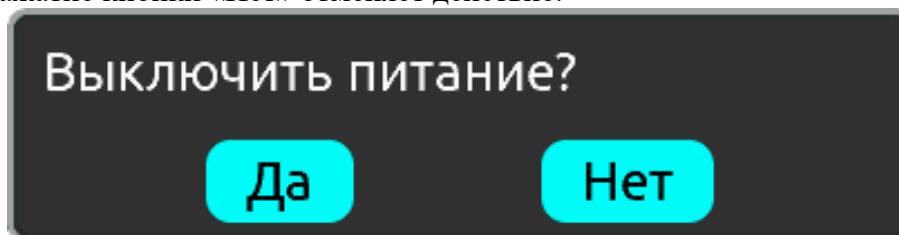

Рисунок 43 - Подтверждение выключения питания
8.5.2 Для выключения изделия используйте поворотный манипулятор. При длительном нажатии на поворотный манипулятор (более 5 сек) появляется диалоговое окно выключения питания (рисунок 43). При нажатии кнопки «Да» завершается текущий сеанс работы и монитор выключается. Нажатие кнопки «Нет» отменяет действие.